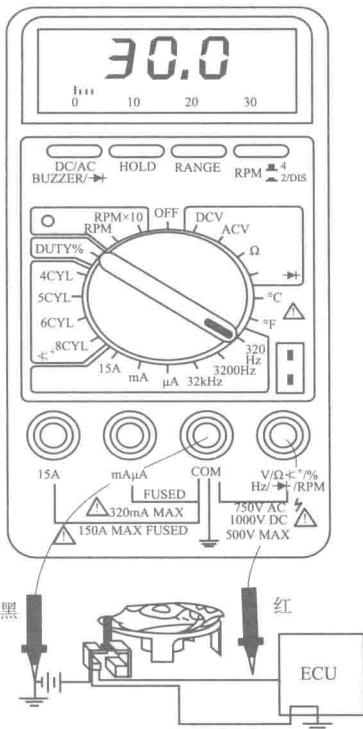

图 1-4 频率测试
1) 将万用表的测试导线按图 1-4 所示位置接入万用表相应测试插孔。
(6) 温度的测量